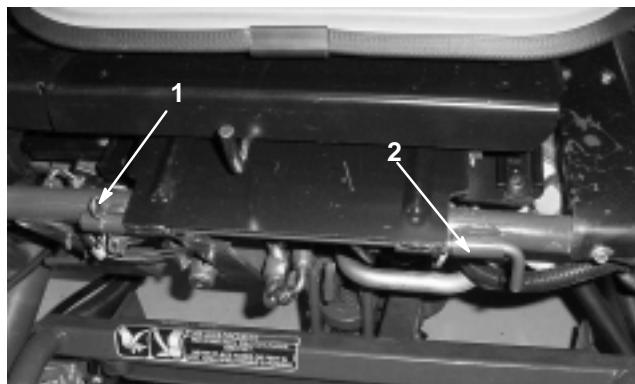

Bild 6
- Montieren Sie den Sitz in der Betriebsstellung (Bild 6). Setzen Sie die Sitzdrehstange und den Splint ein.